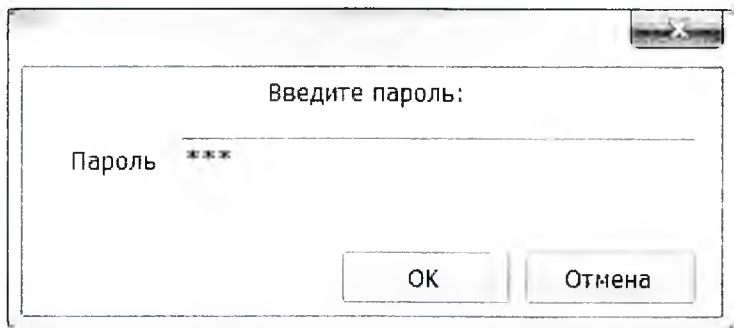

Рисунок 3 – Окно ввода пароля для входа в систему ИС КТ
- «щелкнуть» левой клавишей мыши по кнопке "ОК" (рисунок 3) или нажать клавишу "Enter" на клавиатуре.